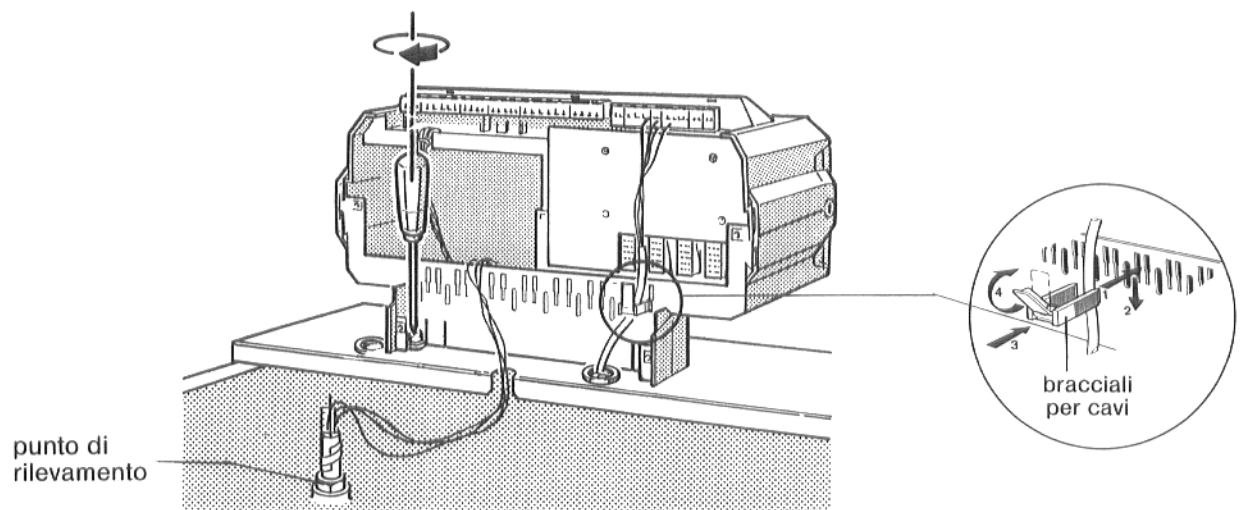

Fig. 26
Inserire i bracciali con cavo nell'alloggiamento del telaio portabracciali e incastrare il bracciale chiudendo la leva di fissaggio (Fig. 26).
- Avvitare la basetta dell'apparecchio di regolazione al coperchio caldaia anteriore con due viti autofilettanti che si trovano a sinistra e a destra nel vano cavi (Fig. 26).
- Srotolare il cavo della sonda termica e collegare al pozzetto di rilevamento (Fig. 26). Posare i capillari in modo che non possano venire a contatto con parti cocenti della caldaia.